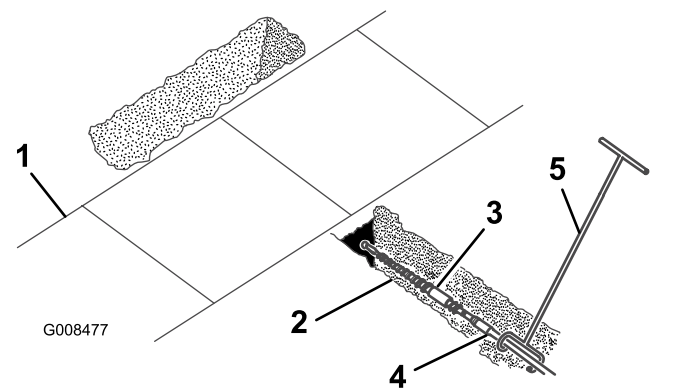

Bild 5
- Bringen Sie das Stangenführungswerkzeug an der Stange direkt hinter dem Bohrer an (Bild 5).
5. Die Person, die den Bohrer führt, sollte rechts vom Graben stehen (**Bild 5**). Lassen Sie den Motor an, stellen Sie das Pumpenauswahlventil auf SLOW [Langsam] (Schildkröte) (nur Zugmaschinen der Serie 200 und 300), stellen Sie die Gasbedienung auf den mittleren Umdrehungsbereich zwischen SLOW [Langsam] und FAST [Schnell] und ziehen Sie den Hilfshydraulikhebel nach hinten, damit sich der Bohrer vorwärts dreht.
6. Bewegen Sie die Zugmaschine langsam vorwärts, während die Person mit dem Stangenführungswerkzeug den Bohrer in den Boden führt (**Bild 5**).